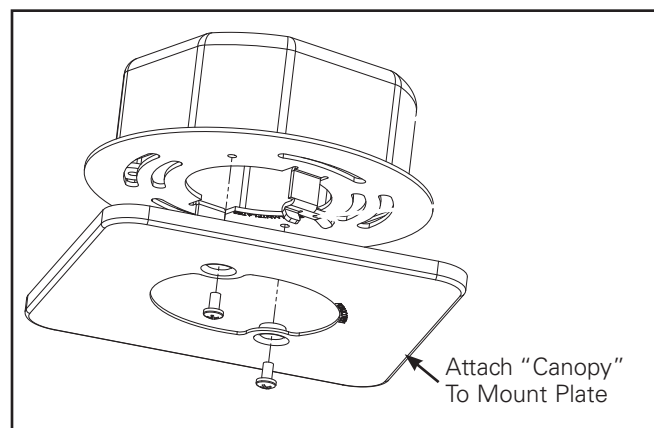

Figura 3.
5. Coloque el cilindro debajo de los ganchos / cierres de la placa de montaje. Levántelo y gírelo hasta que quede asegurado (consultar la figura 3).